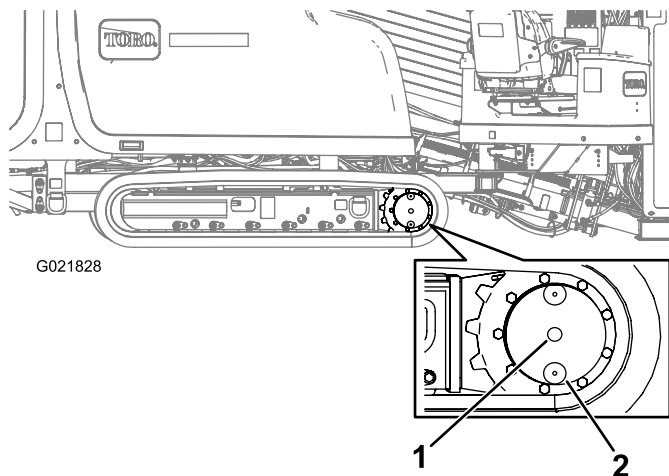

Рисунок 133
2. Очистите поверхность вокруг контрольной пробки уровня масла с помощью очищающего растворителя (Рисунок 133).
3. Отверните контрольную пробку уровня масла (Рисунок 133).
2. Очистите поверхность вокруг контрольной пробки уровня масла (Рисунок 133).
3. Поверните планетарный редуктор так, чтобы пробка маслосливного отверстия находилась прямо под контрольной пробкой уровня масла (Рисунок 133).